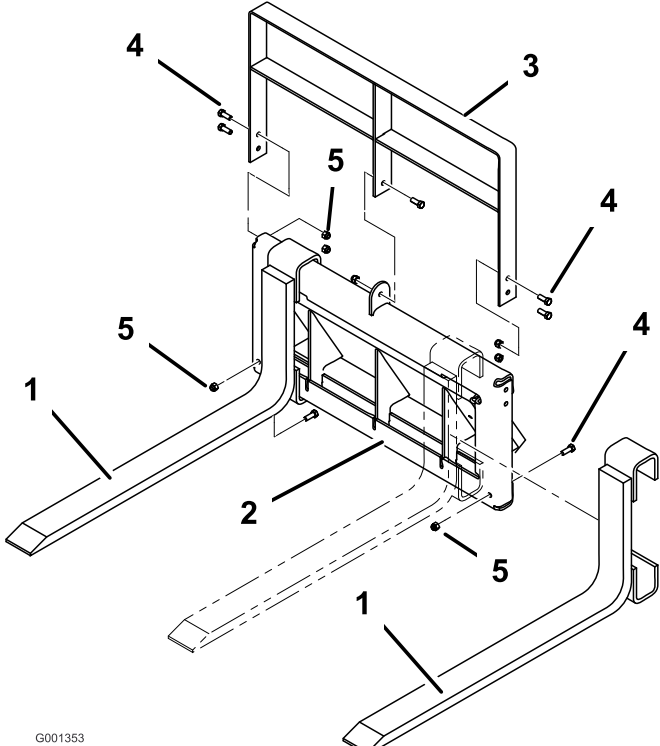

Figure 3
1. Montez la fourche sur le cadre réglable comme montré à la Figure 3 et fixez chaque bras au moyen d'un boulon (3/8 x 1 po) et d'un contre-écrou (3/8 po).
2. Montez le cadre de fourche supérieur par dessus l'ensemble comme montré à la Figure 3 et fixez le cadre supérieur au moyen de 5 boulons (3/8 x 1 po) et de 5 contre-écrou (3/8 po).